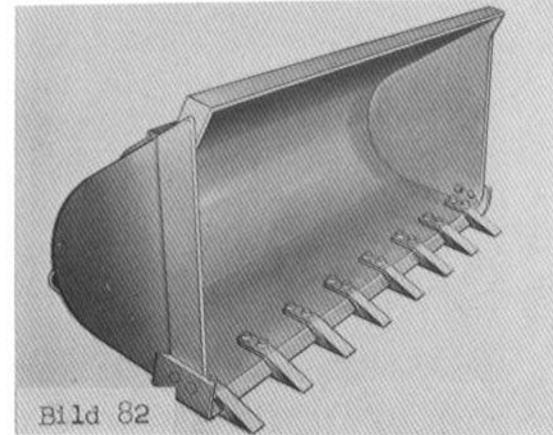

Bild 82
1. Standard-Schaufel 0,76 m3 (Bild 82)